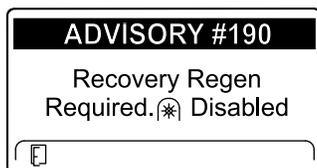

Figura 23
- Richiesta di rigenerazione di recupero - disabilitazione della presa di forza ADVISORY #190 (Figura 23)